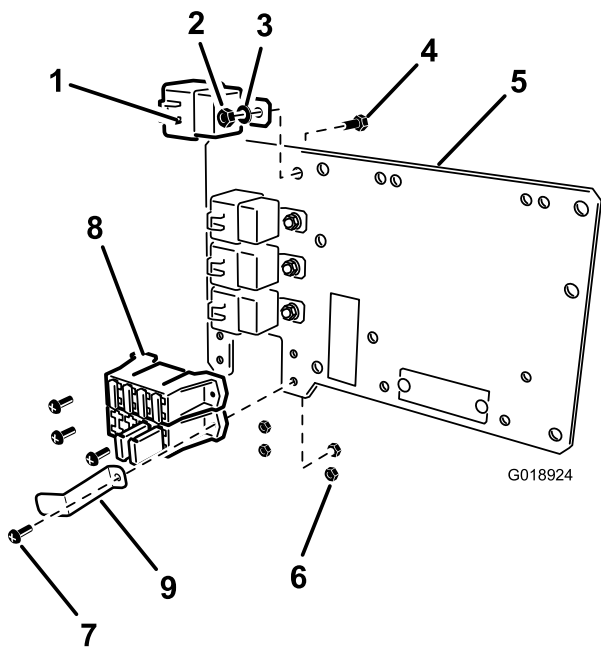

Figure 12
1. Fixez 4 relais à l'avant de la plaque de montage avec 4 boulons (1/4 x 5/8"), 4 rondelles de blocage (1/4 pouce) et 4 écrous (1/4 pouce) comme illustré à la Figure 12.
2. Fixez les côtés porte-fusibles du faisceau de câblage et la retenue de fusible à la plaque de montage avec 4 vis (n° 10) et 4 écrous (n° 10), comme montré à la Figure 12.